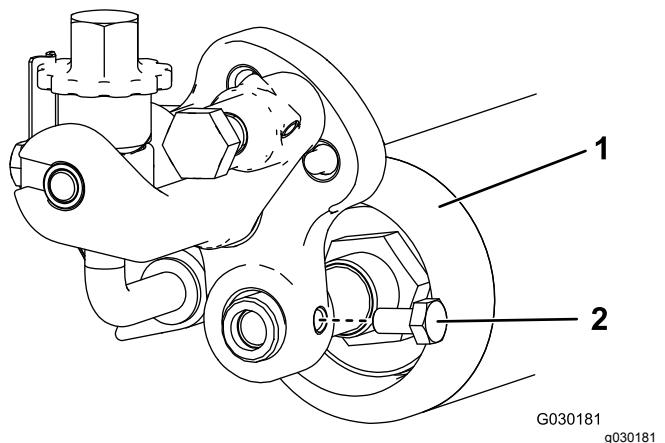

Рисунок 14
6. Вставьте ось валика в правый рычаг регулятора и зафиксируйте коротким болтом, не затягивая (Рисунок 14).
14. Выровняйте валик по центру между рычагами регуляторов и затяните болты крепления (Рисунок 14).